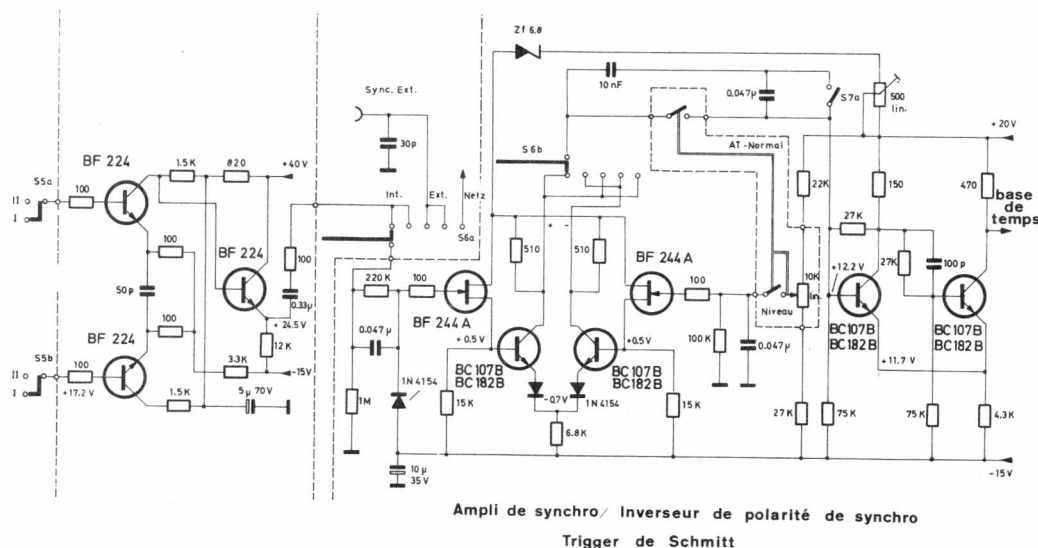

Fig. 6
(fig. 6) :
f) Le choix de la synchronisation + ou —; le trigger de schmitt (fig. 6) :